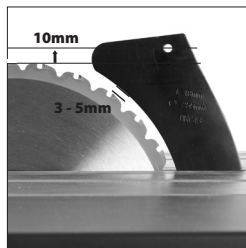

Fig. 19
- Stellen Sie den Spaltkeil so ein, dass er 3 - 5 mm vom Sägeblatt entfernt ist. Die Sägeblattschutz-Montagebohrung auf dem Spaltkeil muss sich mindestens 10 mm über der Zahnschneidkante befinden. (Abb. 19).